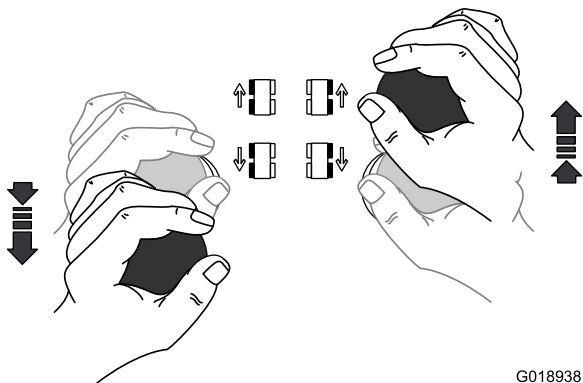

Figura 41
- Para girar la máquina **a la izquierda**, sujete ambas palancas de control de tracción con las manos, tire de la palanca de control de tracción izquierda hacia atrás y empuje la palanca de control de tracción derecha hacia adelante (Figura 41).